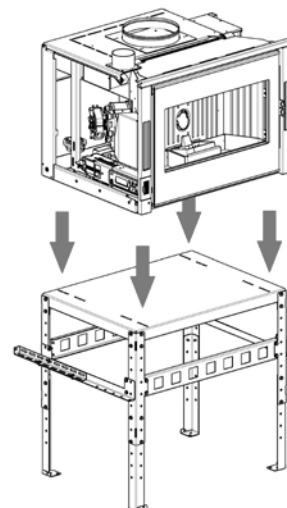

Fig. 42 - Fixer l'insert dessus
- Poser l'insert sur la structure, le fixer avec les vis dans les logements appropriés (voir **Fig. 42**).